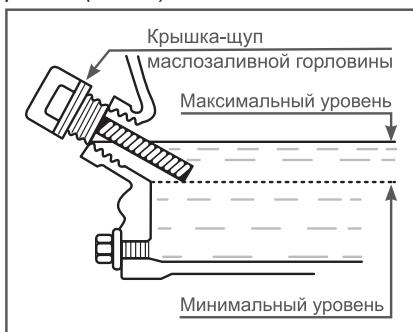

Рис. 9 Проверка уровня масла в картере
Максимальный уровень масла в картере соответствует нижней кромке заливного отверстия (Рис. 9).
6. При недостаточном уровне масла в картере необходимо долить чистое масло до верхней отметки на щупе, что соответствует нижней кромке заливного отверстия (Рис. 9).